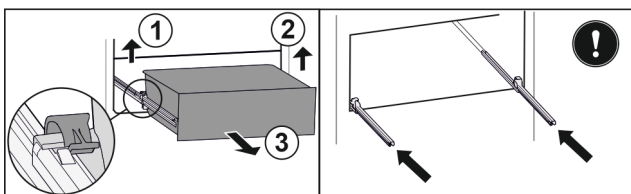

Fig. 30
- Linker klem optillen en gelijktijdig lade links naar voren trekken. Fig. 30 (1)
- Rechter klem optillen en gelijktijdig lade rechts naar voren trekken. Fig. 30 (2)
- Lade naar voren toe verwijderen. Fig. 30 (3)